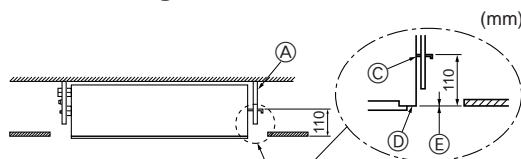

Fig. 2-9
5. Aperte todas as porcas. (Fig. 2-9)